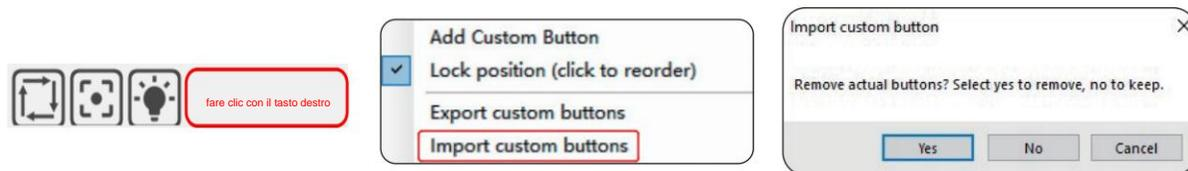

Figura 4 Importa pulsanti personalizzati
- Successivamente, importeremo i pulsanti personalizzati in LaserGRBL. Apri il programma LaserGRBL, fai clic con il pulsante destro del mouse nell'area vuota accanto al pulsante in basso (come mostrato nella Figura 4), quindi scegli <Importa pulsante personalizzato> e seleziona il file zip del pulsante personalizzato scaricato prima di importarlo, continua a fare clic su Sì (Y) finché non appare alcun popup.